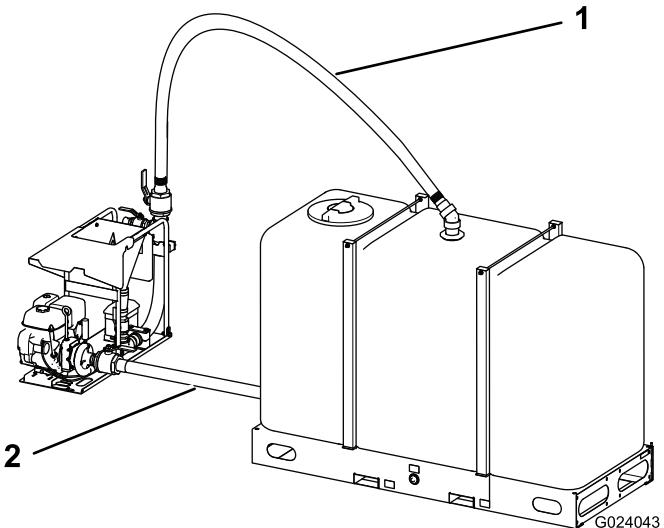
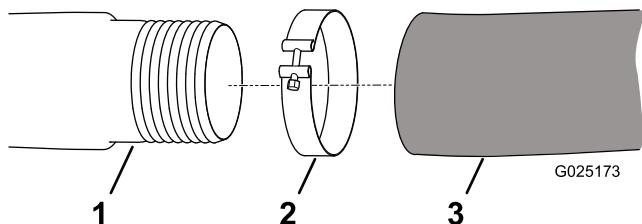
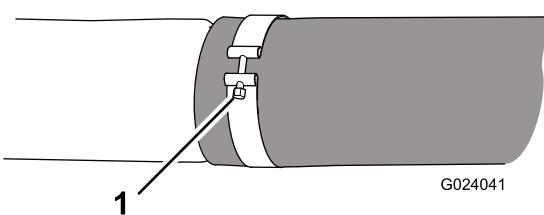

Рисунок 6
Рисунок 7
Рисунок 8
- Используйте шланговый хомут (входит в комплект) для подсоединения свободного конца шланга к входу насоса на смесителе, как показано на Рисунок 6, Рисунок 7 и Рисунок 8.
- Используйте два шланговых хомута (входят в комплект) для подсоединения другого шланга к верхней части бака и верхней части смесителя, как показано на Рисунок 6, Рисунок 7 и Рисунок 8.